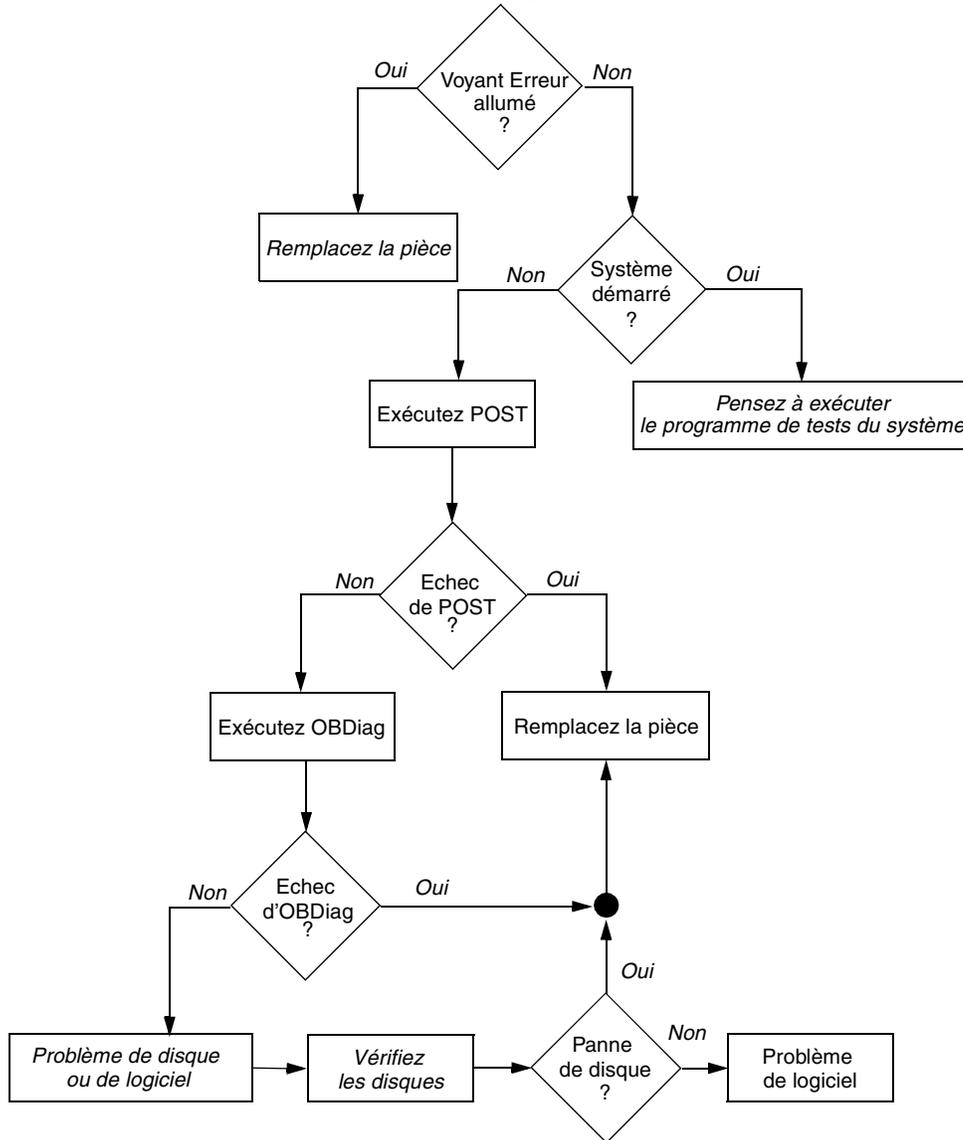

FIGURE 10-1 Choix d'un outil pour isoler les pannes matérielles
- En revanche, si le système *démarré*, utilisez un outil plus complet. La FIGURE 10-1 illustre un processus d'isolation de panne typique.